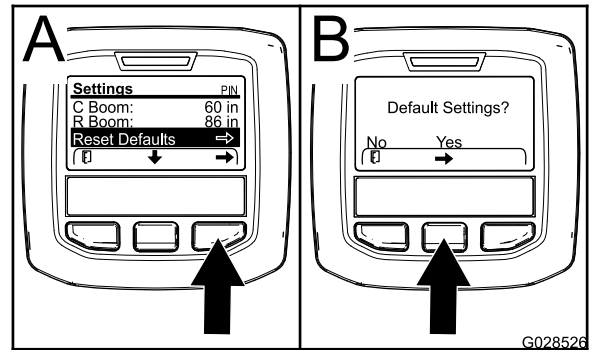

图 75
1. 按中间选择按钮导航至恢复默认值条目图 75。
3. 在默认设置屏幕中按左侧选择按钮为否按右侧选择按钮为是图 75。